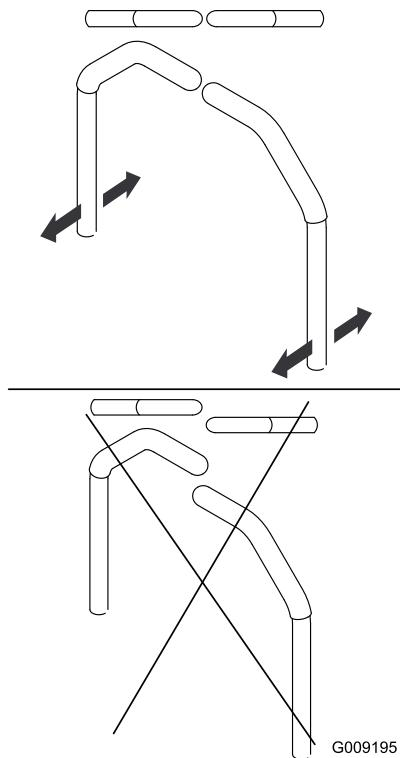

Рисунок 52
9. Вирівняйте важелі в положенні спереду на зад, поєднавши важелі разом у НЕЙТРАЛЬНОМУ положенні, та посунувши їх, доки вони не вирівняються, потім затягніть болти (Рисунок 52).